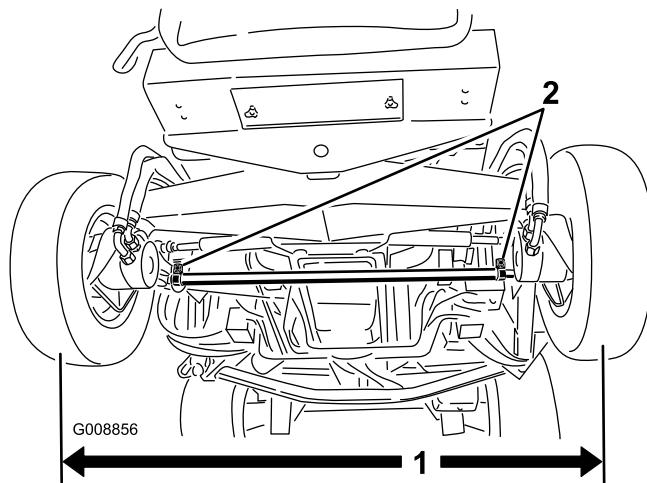

Figure 76
- Mesurez l'entraxe (à hauteur d'essieu) à l'avant et à l'arrière des roues directrices (Figure 76).
- Pour régler le pincement, desserrez les fixations aux deux extrémités des biellettes (Figure 76).